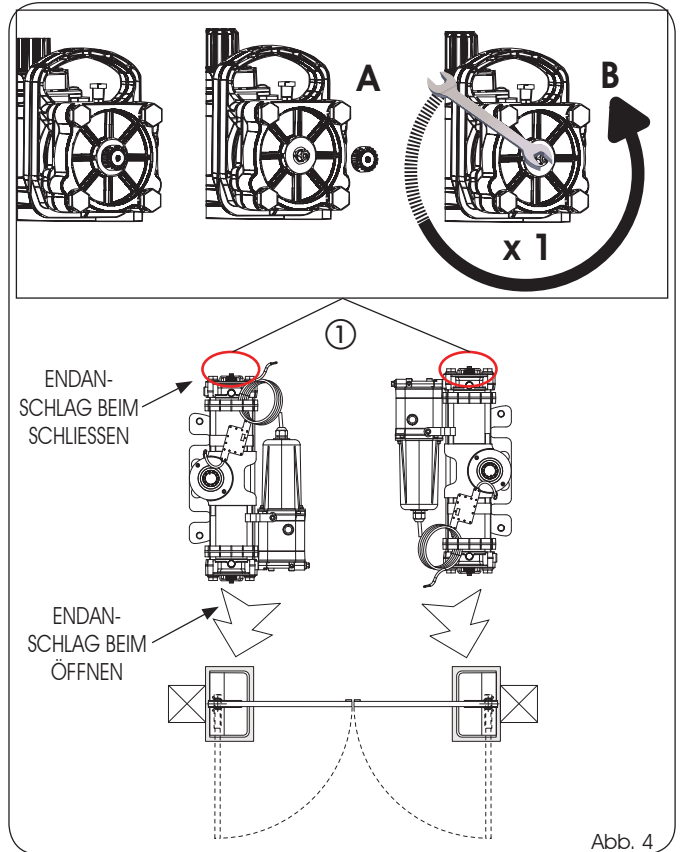

Abb. 4
- 3) Am Antrieb die Verschlusskappe (Abb. 4, A) der Schraube des Endanschlags beim Schließen (Abb. 4, ①) abschrauben und kontrollieren, dass die Schraube vollständig angezogen ist.
- 4) Die Schraube des Endanschlags beim Schließen (Abb. 4, B) um eine Drehung lockern (wichtig zur richtigen Kupplung Ritzel-Nutbuchse bei der Montage).